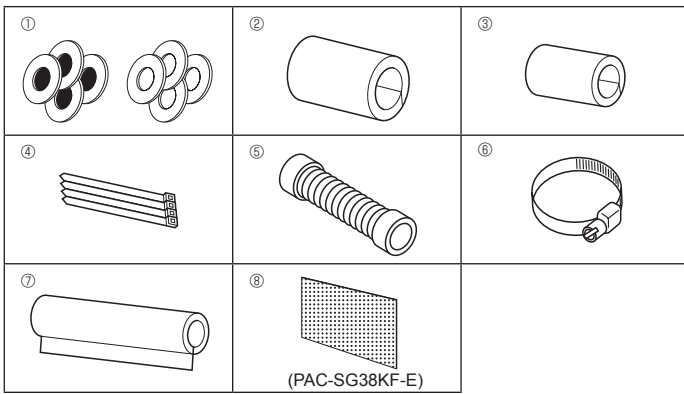

Fig. 3-1
3.1. Έλεγχος εξαρτημάτων εσωτερικής μονάδας (Fig. 3-1)